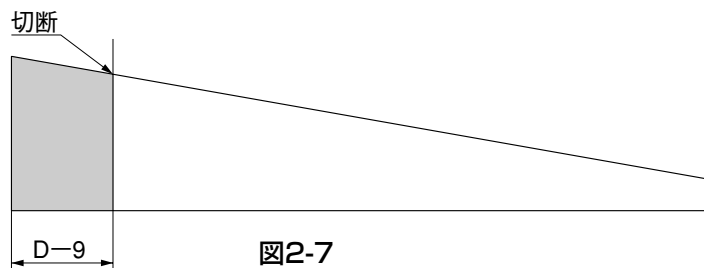

図2-7
- ① 移動方立取付側の妻梁上部フィックスパネルを切断してください。(図2-7参照)